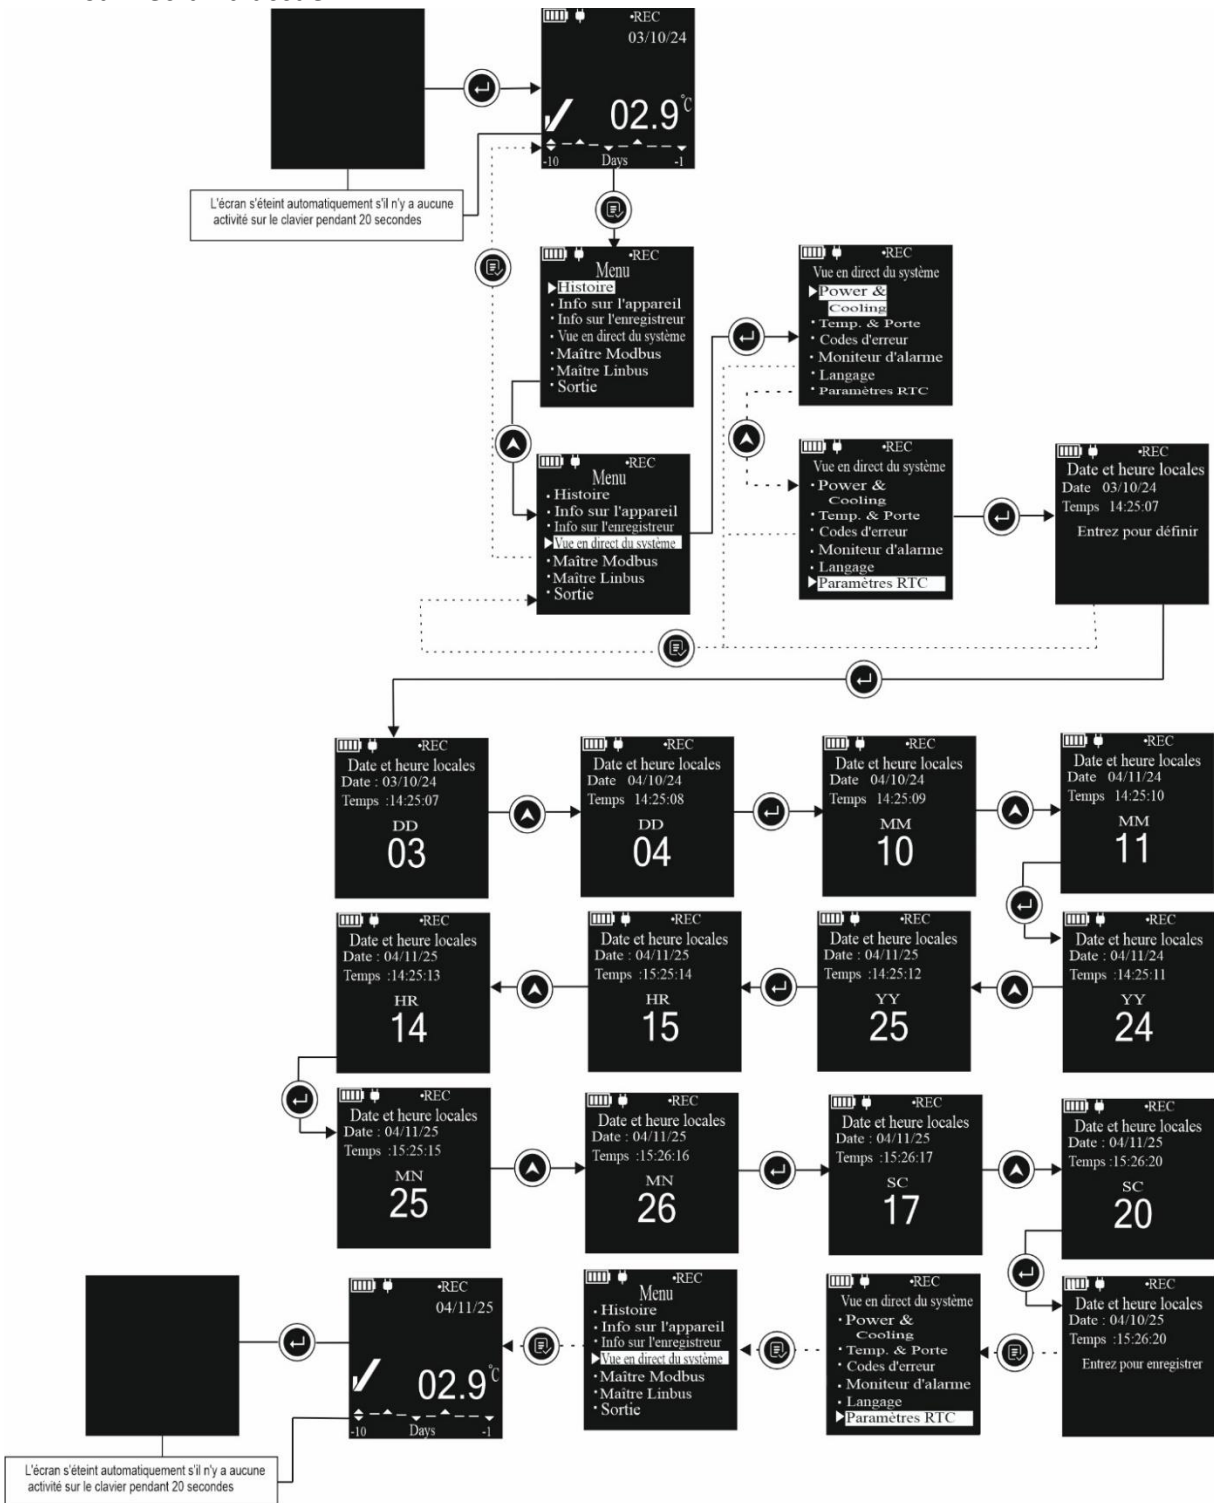

Figure 26 Menu de configuration RTC
7. Réglage RTC#: L'appareil a la capacité de définir la date et l'heure locales via le menu de configuration RTC, comme illustré dans la figure 26. Pour définir la date et l'heure locales, suivez complètement les étapes décrites dans la figure 26 pour régler correctement la date et l'heure. Utilisez le "En haut" Touche pour mettre à jour un paramètre et le "Entrer" pour passer au paramètre suivant. La date et l'heure ajustées seront affichées sur l'écran d'accueil.